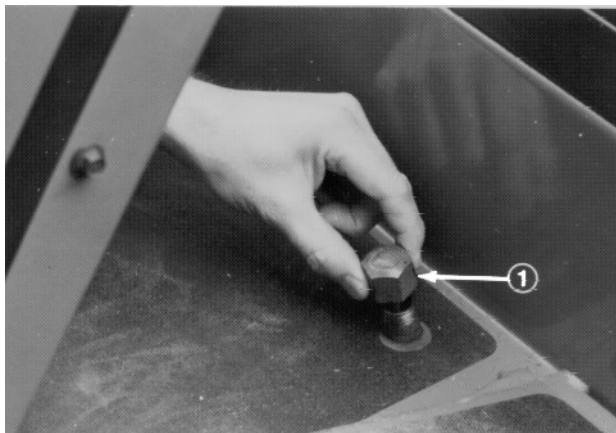

Fig. 5
2. Ta peilepinnen opp (fig. 5) og tørk av med en ren klut. Skru peilepinnen i påfyllingshalsen med fingrene, ta den ut og undersøk oljenivået. Hvis nivået er lavere enn 13 mm under merket på peilepinnen (fig. 5), må du etterfylle med SAE 10W-30 motorolje eller automatisk gearkasseolje opp til merket. Fyll ikke for mye på.